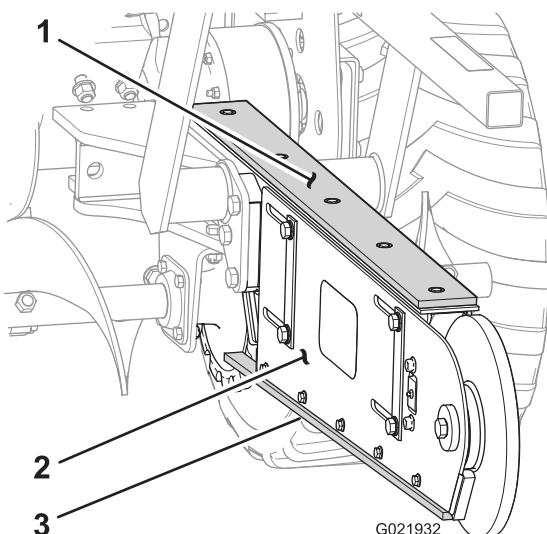

Figure 37
2. Vérifiez l'état et l'usure excessive du profilé d'usure au bas de l'élinde (Figure 37).